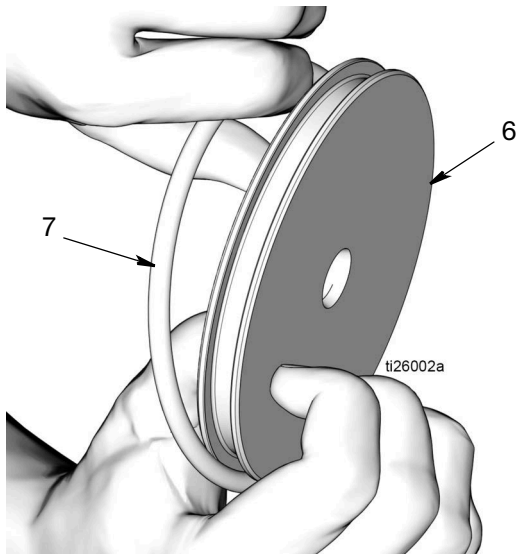

FIG. 21
- d. Saque la junta tórica (7) del pistón (6) (FIG. 21).